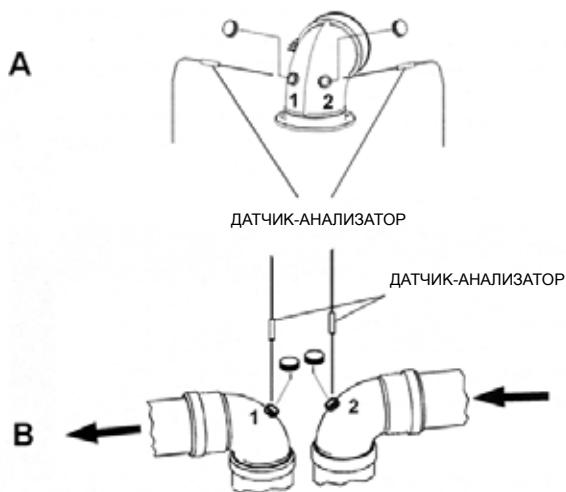

Рис. 14 Примеры мест для контроля дымовых газов
- измерить температуру воздуха для горения через отверстие 1 (см. см. (A) Рис. 14 Примеры мест для контроля дымовых газов для котлов с герметичной камерой сгорания, укомплектованных трубами со специальными отверстиями).
- измерить температуру дымовых газов и содержание CO₂ через отверстие 2 (см. см. (A) Рис. 14 Примеры мест для контроля дымовых газов для котлов с герметичной камерой сгорания, укомплектованных трубами со специальными отверстиями).
- измерить температуру воздуха для горения через отверстие 2 (см. см. (B) Рис. 14 Примеры мест для контроля дымовых газов для котлов с герметичной камерой сгорания, укомплектованных трубами со специальными отверстиями).
- измерить температуру дымовых газов и содержание CO₂ через отверстие 1 (см. см. (B) Рис. 14 Примеры мест для контроля дымовых газов для котлов с герметичной камерой сгорания, укомплектованных трубами со специальными отверстиями).